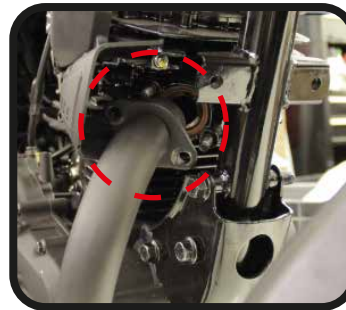

Imagen 1
1. Retire Temporalmente las tuercas que sujetan el mofle al motor y ubíquelo en la posición que se indica en la **imagen 1**.